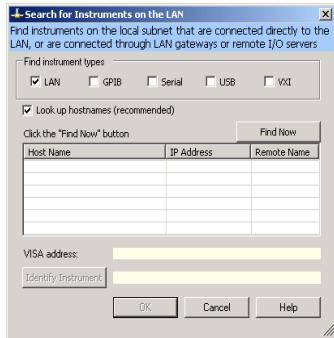

図7 *Search for Instruments on the LAN*ダイアログ・ボックス
- 3 *Search for instruments on the LAN*ダイアログ・ボックスが表示されたら(図7を参照)、**LAN**が選択された状態で**Find Now**をクリックします。